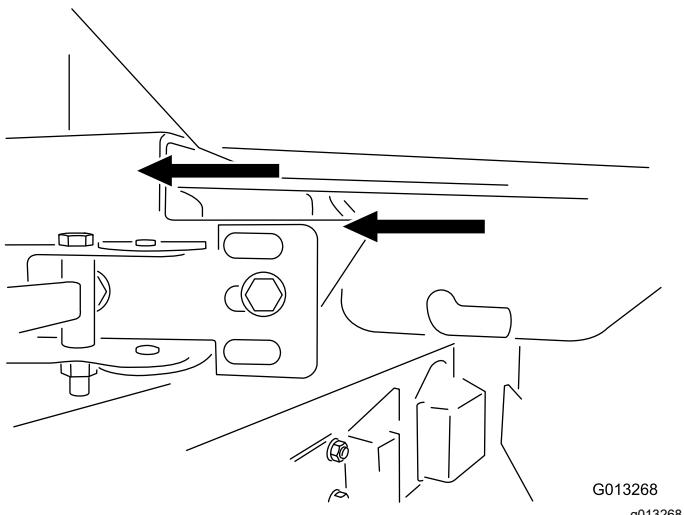

Figura 3
5. Lasciando il trasportatore collegato allo snodo e facendovi assistere da un aiutante, sollevate lo snodo fino alla posizione opportuna e allineate i punti in cui si trovano i cuscinetti di plastica in base alle frecce delle staffe di montaggio (Figura 3).